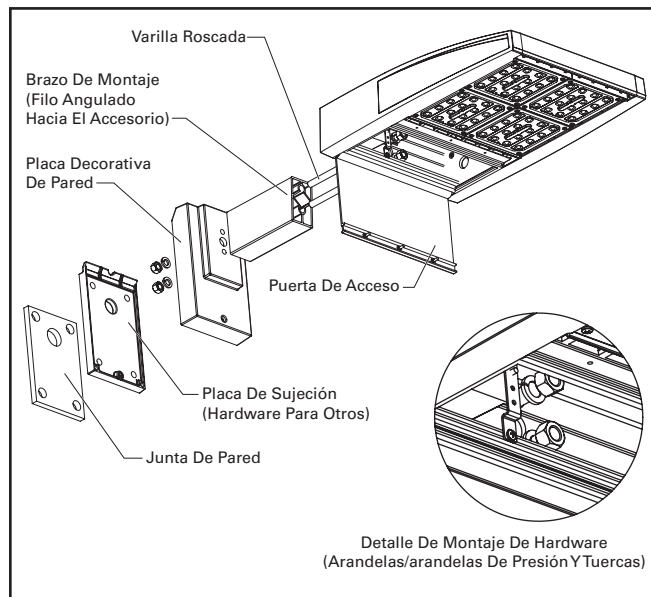

Figura 2.
1. Afloje (3) tornillos situados en la puerta de acceso del accesorio y abra la puerta.
4. Deslice el brazo incluido sobre los pernos, como se muestra en la Figura 2. Asegúrese de que la parte angulada del brazo coincida con el ángulo en la parte de atrás del accesorio para que el conjunto se eleve por completo. El lado largo debe estar en la parte superior del accesorio.